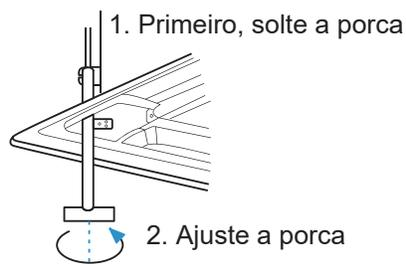

Figura 24
- Se isso não afetar a elevação e o abaixamento da unidade interna e da tubulação de descarga de água, é possível usar as aberturas nos quatro cantos do painel para ajustar a altura da unidade interna. Consulte a Figura 24.